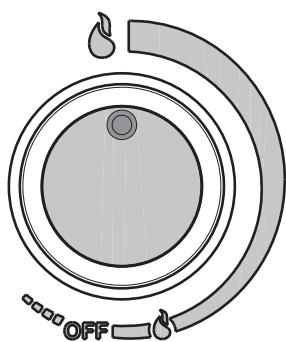

fig. 8A
- Cu selectorul "A" în această poziție încălzitorul este pornit cu flacăra la minim, continuând rotirea, flacăra va crește până la maxim în corespondență cu simbolul "☺" (fig. 8A).